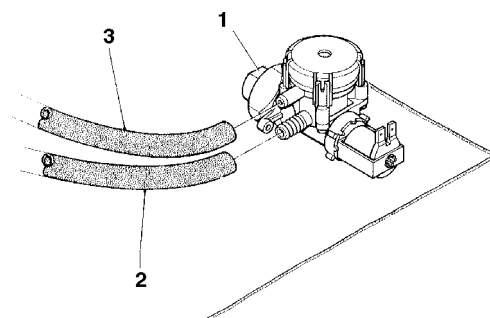

Fig. 10
Ligar mediante tubo (disponibile anche come kit) apropriado para a pressão da rede e para alimentos (com um diâmetro interno mínimo de 6 mm) a canalização da água à junção de 3/4" gás da electro-válvula de entrada da água (ver a Fig. 10).
- afrouxar a junção do tubo de alimentação da electro-válvula, para descarregar a pressão da rede residual e depois reapertá-lo (ver a fig. 10);